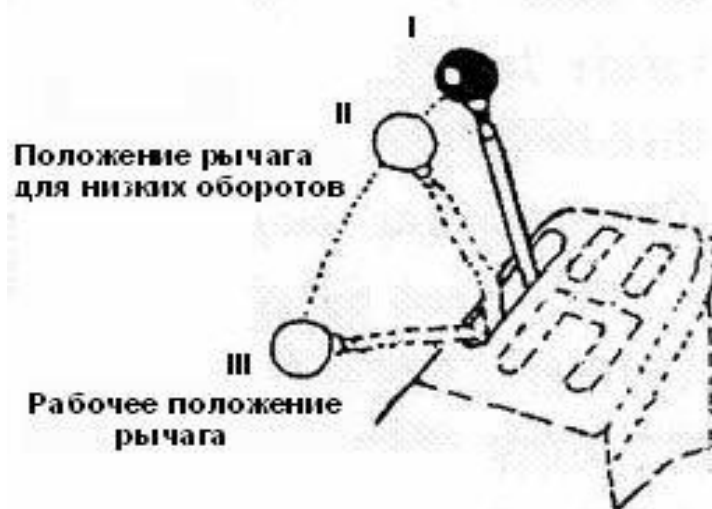

Рис. 4.
1. Рычаг подачи топлива (Рис. 4.).